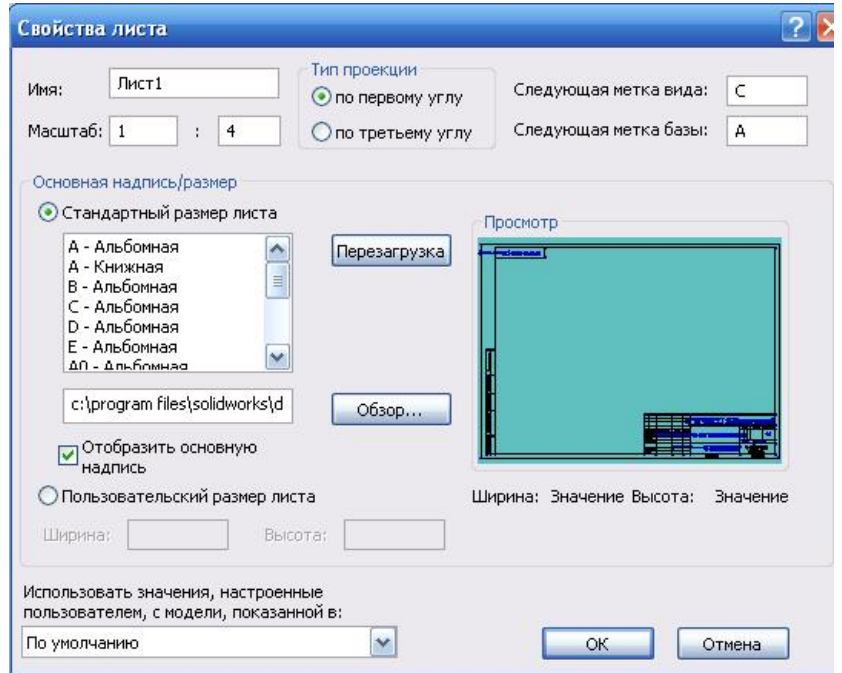

Рис. 44
- В открывшемся диалоговом окне **Свойства листа** установите значение масштаба 1:4 и нажмите кнопку ОК (рис. 44);